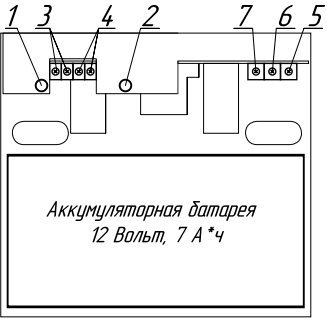

Рисунок 1.
- Подключение производить в следующей последовательности (см. рисунок 1):